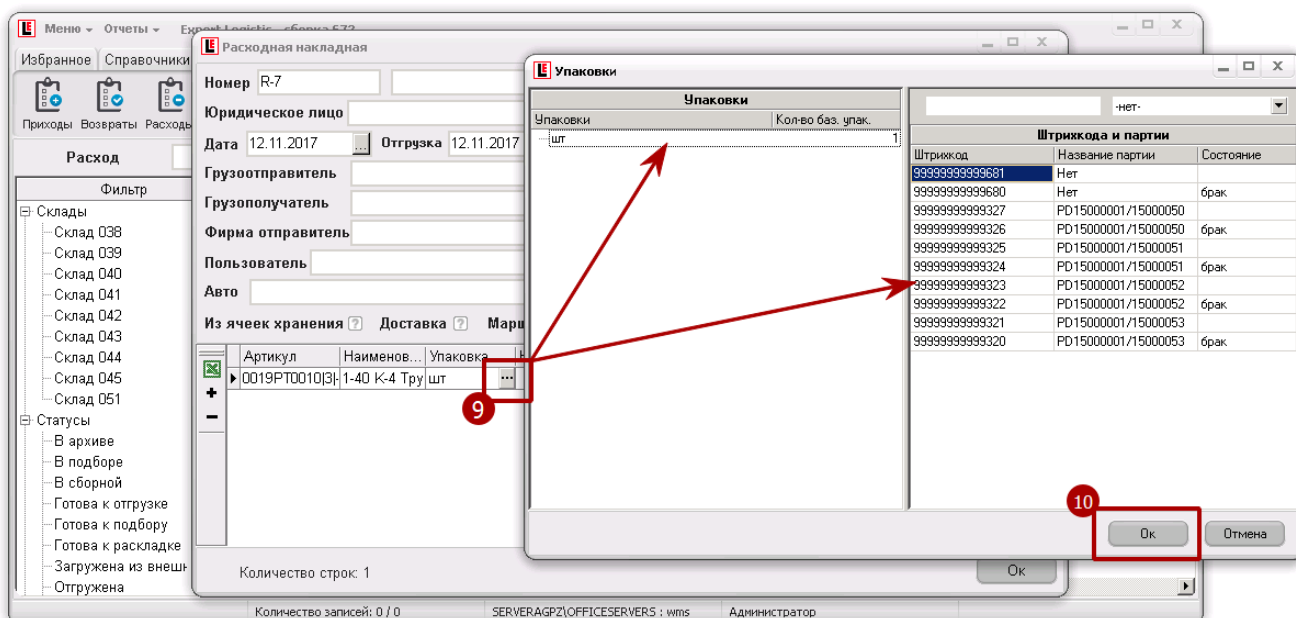

Рисунок 11.4.
9) После добавления товара в детализацию РНК выбрать упаковку и партию товара (рис. 11.4), по которым нужно осуществить подбор. Для этого открыть карточку упаковок нажатием на кнопку «...» в табличной части РНК;